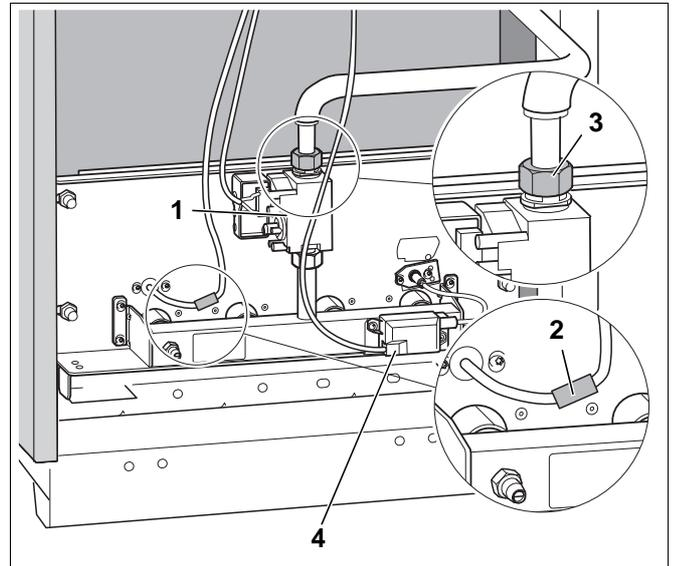

Abb. 37 Brenner ausbauen
- Brenner an der Verschraubung (Abb. 37, **Pos. 3**) der Hauptgasleitung von der Gasarmatur trennen.
- Berührungsschutz (Abb. 37, **Pos. 2**) am Überwachungskabel entfernen und Steckverbindung lösen.
- Steckverbindung am Zündtrafo (Abb. 37, **Pos. 4**) lösen.